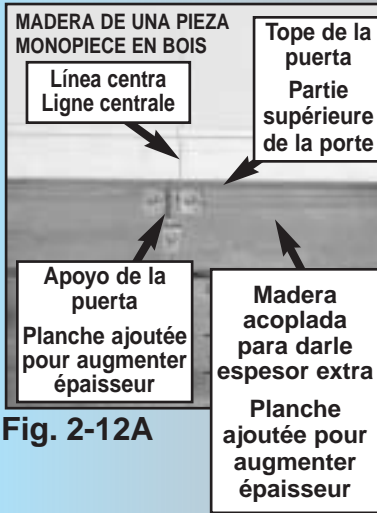

Fig. 2-12A
- Le point central du support doit se trouver sur la ligne centrale de la porte et doit être installé aussi haut que possible. **Fig. 2-12A et B.**
- b. Vérifier l'épaisseur de la porte contre les vis tire-fond. (Il peut s'avérer nécessaire) d'installer un support de porte sur 5 x 15 cm, etc. fixé à l'intérieur de la porte pour empêcher les vis de ressortir de l'autre côté de la porte de garage. **Fig. 2-12A.**